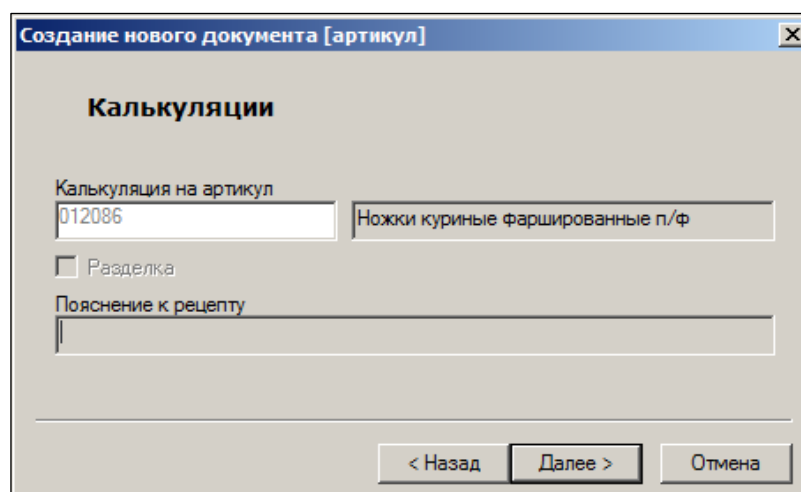

Рисунок 26 – Создание документа «Калькуляции» (4)
4. Нажать кнопку **Далее** (Рисунок 26):